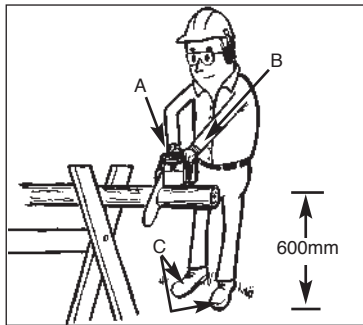

Bild. 14
ZU Ihrer Sicherheit und zum Erleichtern der Sägearbeiten ist die richtige Position für einen vertikalen Längenzuschnitt erforderlich (Bild. 14).
- C. Verteilen Sie Ihr Gewicht auf beide Füße. Bild. 14